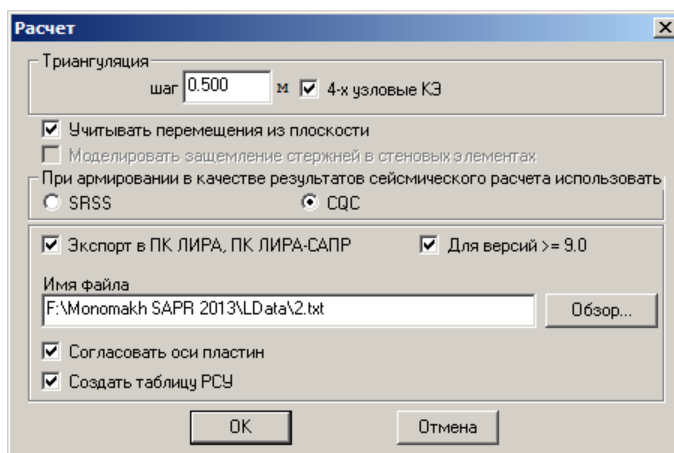

Рис.4.3.1. Окно диалога **Параметры расчета**
- В открывшемся окне диалога **Расчет** (рис. 4.3.1) выполните следующие действия: